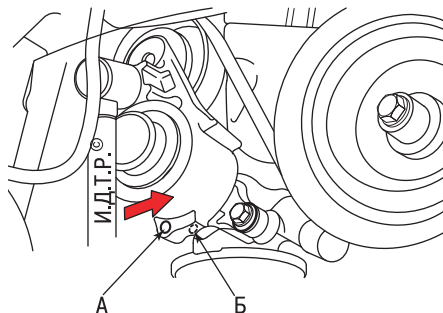

Рис. 5.21. Отверстия для фиксации натяжителя
4. Вставьте вороток с вставкой 1/2" в квадратное технологическое отверстие рычага натяжителя. Приложив усилие (против часовой стрелки) к воротку, отодвиньте натяжной ролик от ремня до совмещения отверстий А и Б (рис. 5.21), после чего вставьте в указанные отверстия стержень подходящего диаметра для фиксации натяжителя.